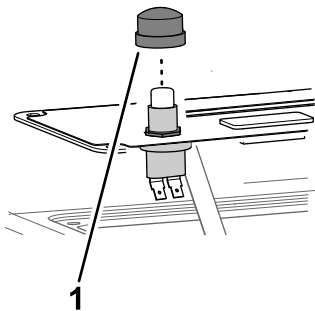

Bild 6
4. Bringen Sie die Schalterabdeckung am Schalter an (**Bild 6**).